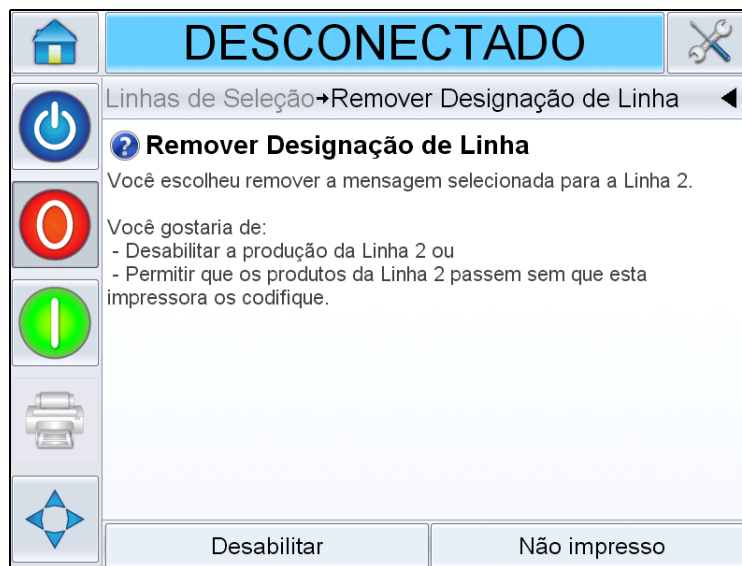

Figura 6-19: Remover Designação de Linha
- b. A página *Remover Designação de Linha* é exibida com as seguintes opções (consulte Figura 6-19):